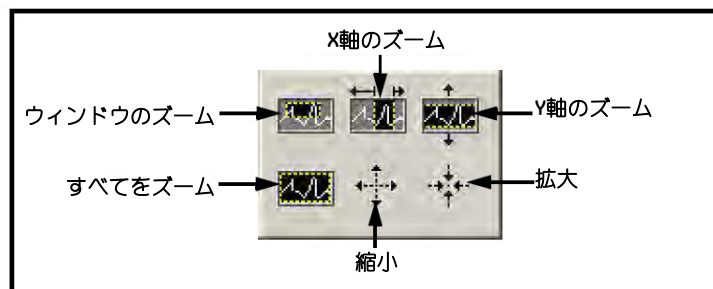

図70 : ズームツール
- ズームツール : 図 70 のような 6 つの選択肢があります。